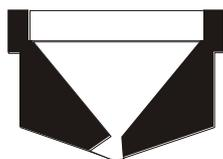

Fig.9
2. une usure importante de la buse ou de l'électrode (voir fig. 9)